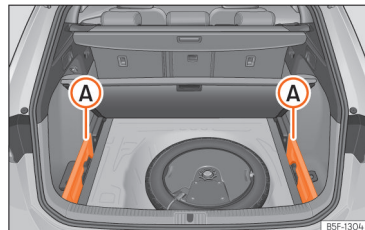

Abb. 179 Im Gepäckraum: Aufnahme zum Verstauen der aufrollbaren Abdeckung.
- Entfernen Sie die Abdeckungen links und rechts »» (Abb. 179) **A**.